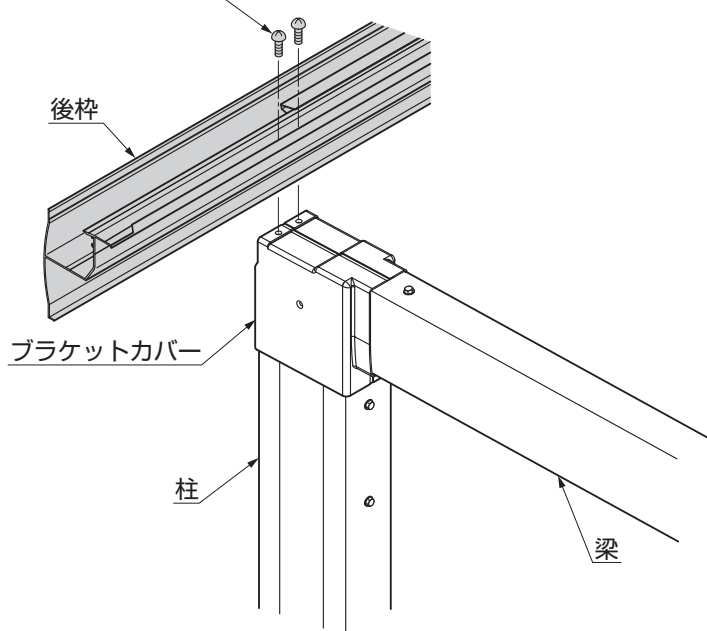

図4-1
①後枠をブラケットカバーに【11-2】で取付けてください。(図4-1参照)